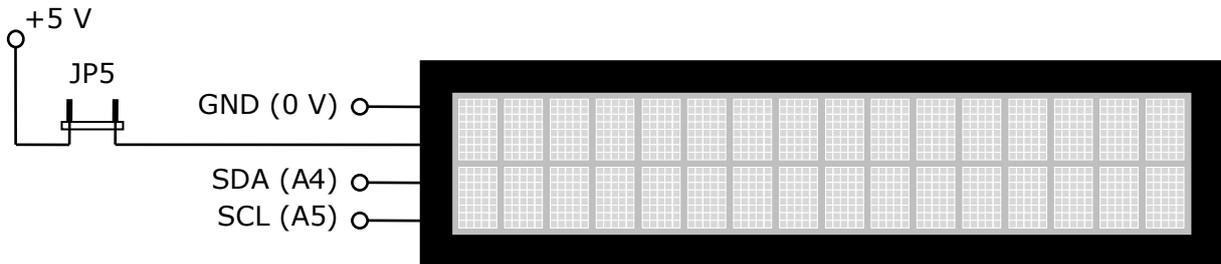

Abbildung 12: Die Anschlüsse des LC-Displays
Oben rechts in Abbildung 1 befindet sich das LC-Display (LCD) zur Anzeige von Texten oder Zahlenwerten (Pfeil (18) in Abbildung 1). Das LCD verfügt über zwei Zeilen, in jeder Zeile können 16 Zeichen angezeigt werden. Seine Beschaltung zeigt Abbildung 12.